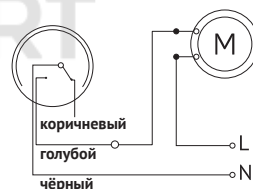
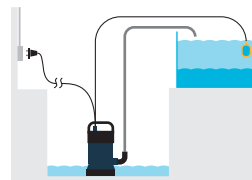

Рис. 1
Рис. 2
**Схема подключения с контролем уровня жидкости в наполняемом резервуаре.** Подключите голубой провод поплавкового выключателя к насосу, а чёрный – к нулю (рис. 1). Коричневый провод должен остаться неподключенным. Возможные варианты подключения показаны на рис. 2 и 3. Насос начнёт наполнять резервуар, как только уровень воды в нём опустится до заданного. Как только уровень воды поднимется до нужной отметки, насос выключится.